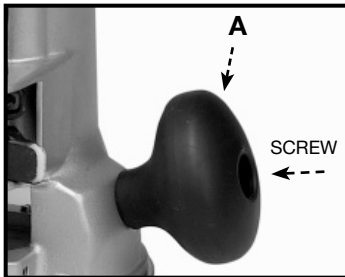

Fig. 2
1. Utilice una llave de tuerca hexagonal del 5/16" para aflojar el tornillo situado en la manija (Fig. 2). Quite la Fig. 2 de la manija (a) de la base de la rebajadora. Excepto la manija y el tornillo para invertir el procedimiento.
1. Utilisez une clef à six pans de 5/16" pour desserrer la vis située dans la poignée (Fig. 2). Enlevez Fig. 2 de la poignée (A) de la base de couteau. Économiser la poignée et la vis pour renverser le procédé.